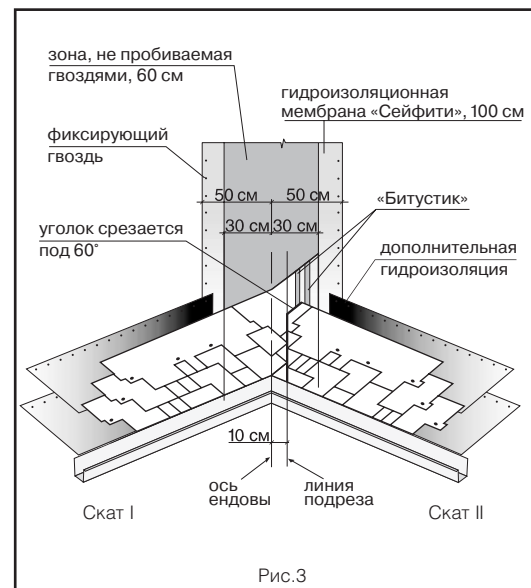

Рис.3
Ендова (рис.3)
- на прилегающем скате (II) вдоль оси ендовы на расстоянии 30 см от нее отбивается линия;
- лист, подходящий к ендове со ската II, должен доходить до линии подрезки и обрезать по ней. Верхний уголок обрезанного края листа подрезается под углом 60° (5 x 3 см – рис. 3);